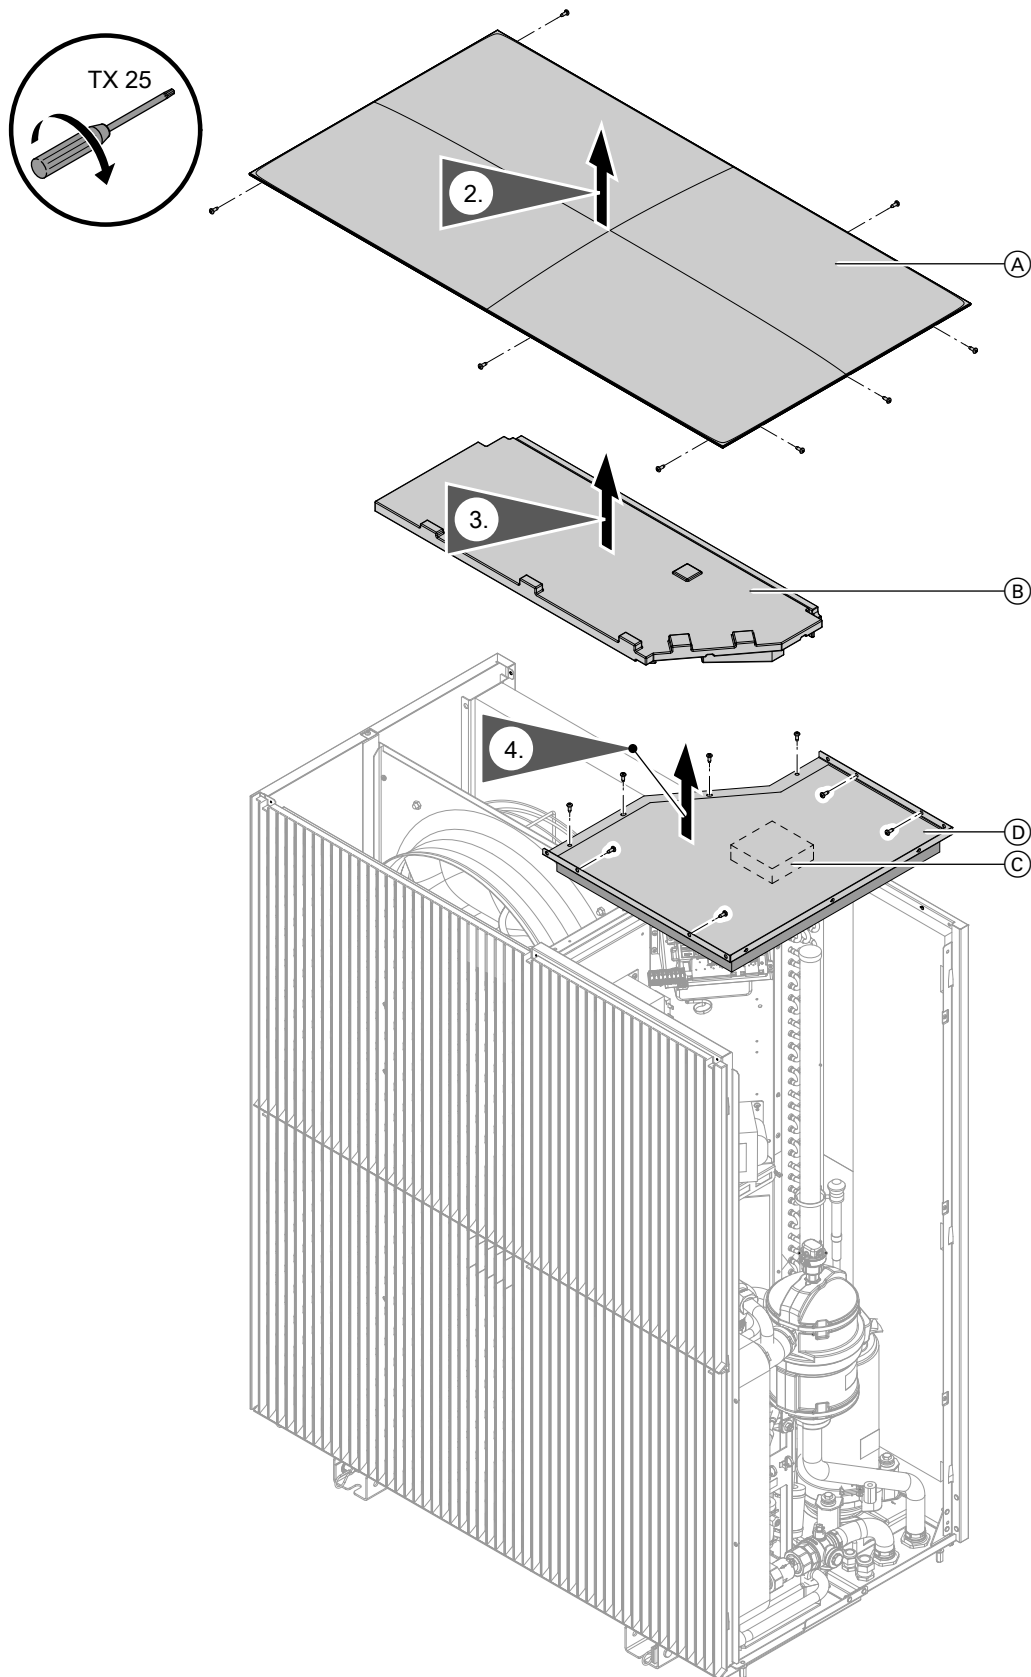

Abb. 100
7. Deckel abbauen: Siehe Abb. 100.
2. Deckel abbauen: Siehe Abb. 100.